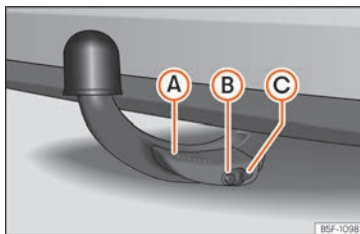

Abb. 174 Anhängerkupplung ordnungsgemäß befestigt
- Der Hebel **A** befindet sich oben »» **Abb. 174**.
- Der rote und grüne Teil des Entriegelungsbolzen **B** sind vollständig sichtbar »» **Abb. 174**.
- Die Abdeckung **C** sitzt auf dem Schloss »» **Abb. 174**.
- Beim Lösen der Anhängerkupplung nicht mit den Händen in den Hebel fassen, um ein Einklemmen der Finger zu vermeiden **A** »» **Abb. 174**.